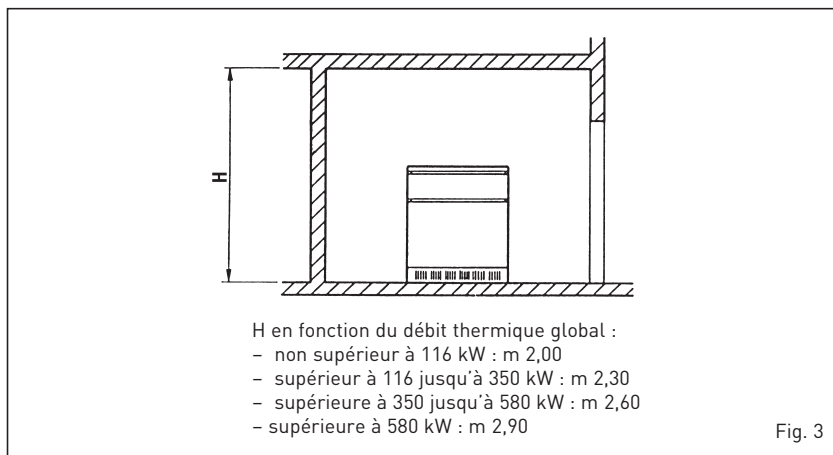

Fig. 3
2.1 LOCALE CHAUDIERE ET VENTILATION (fig. 3)
Les chaudières "RS Mk II" doivent disposer d'un local technique aux dimensions et aux caractéristiques conformes aux normes de sécurité en vigueur. La hauteur minimum du local de la chaudière doit correspondre à celle indiquée dans la figure 3, en fonction du débit thermique total. La distance minimum entre les murs du local et les points externes de la chaudière (côtés droit, gauche et arrière) ne doit pas être inférieure à 0,60 m. Il est possible de placer plusieurs appareils à proximité l'un de l'autre, à condition que tous les dispositifs de sécurité et de contrôle puissent être facilement atteints. En outre, il est nécessaire, pour permettre l'afflux de l'air dans le local, de ménager sur les parois externes des ouvertures d'aération dont la surface ne doit en aucun cas être inférieure à 3.000 cm² et, si le gaz utilisé est plus dense, de 0,8 à 5.000 cm². La distance entre la chaudière et d'éventuels matériaux combustibles mis en dépôt doit être en mesure d'empêcher qu'on puisse atteindre des températures dangereuses et, en tous les cas, ne peut pas être inférieure à 4 mètres.